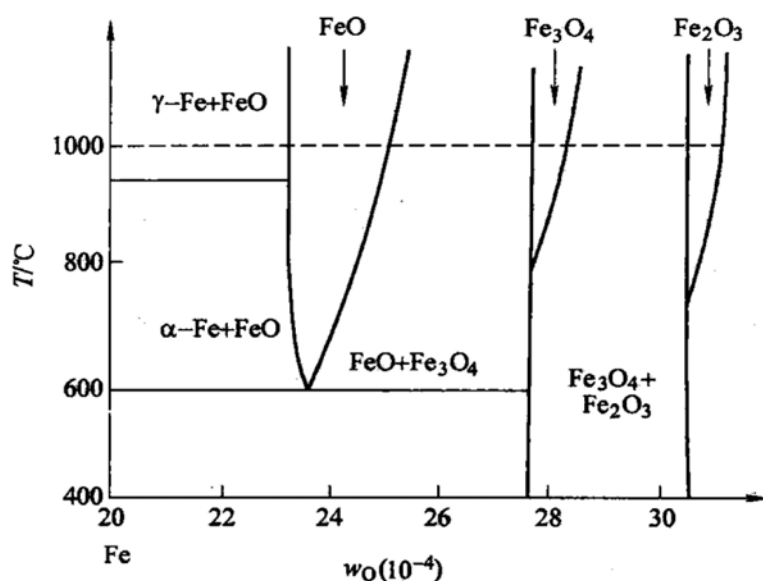

图 12-1 第七题第 2 小题图
2. (10 分) 试利用图 12-1 所示 Fe-O 相图分析纯铁在 1000°C 氧化时氧化层内的组织与氧浓度分布规律，画出示意图。